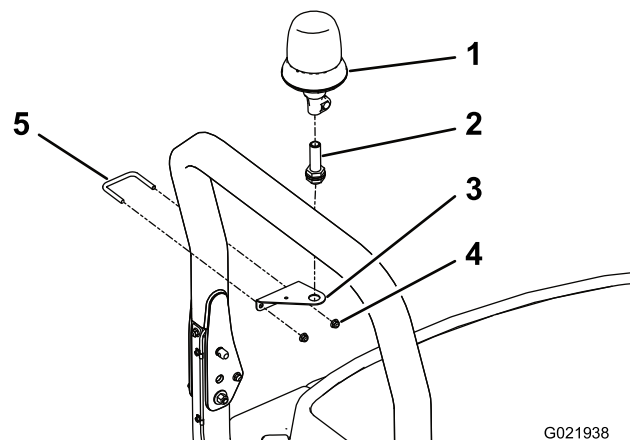

Figura 4
4. Monte la base de la baliza en el soporte de montaje de la baliza con la contratuerca incluida (Figura 4).
5. Enchufe la baliza en la base y apriete la tuerca de orejeta (Figura 4).
2. Sujete provisionalmente el soporte de montaje de la baliza (ROPS) al lateral del poste del ROPS con el perno en U y 2 tuercas con arandela prensada de 3/8 pulgada, dispuestos según se muestra en Figura 4.